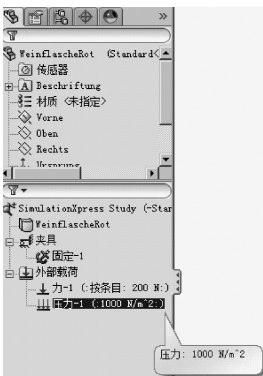

图 10-7 出现载荷组的列表
- 3) 在屏幕左侧的标签栏中出现外部载荷的列表，如图 10-7 所示。